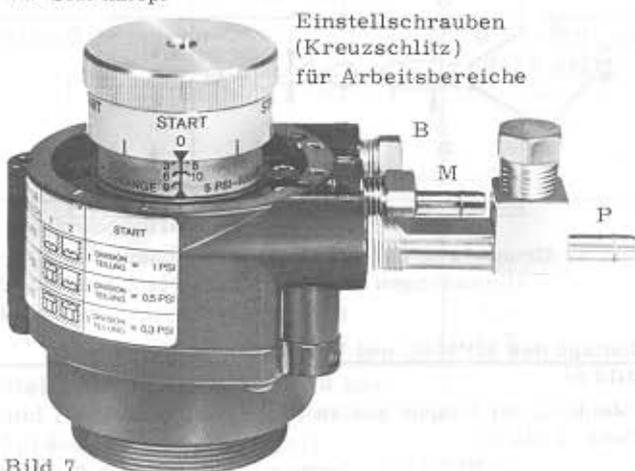

Bild 7
1. Manometer an die Steuerdruck-Eingangsleitung (P) anschließen.
2. Stellknopf (Bild 7) drehen, bis Hubwirkung eintritt.
3. Steuerdruckeingang (P) erhöhen, bis der Hub voll ausgefahren ist.